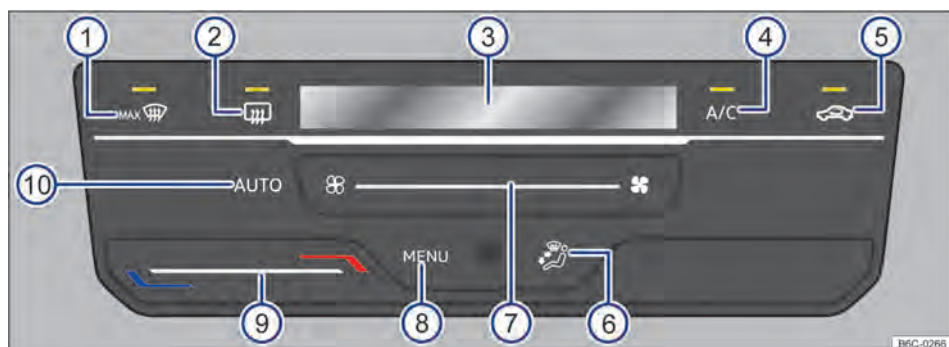

Fig. 85 Comandos do Climatronic.
- *Climatronic*: deslizar o dedo para a esquerda sob a superfície de função → Fig. 85 (7), depois pressionar o botão (☼) da extremidade esquerda.
Ao tocar na superfície de função (AUTO) → Fig. 85 (10) é possível ligar o modo automático do Climatronic.
lados automaticamente. O funcionamento automático se desliga quando a ventilação é alterada manualmente → Fig. 85 (7) ou com a alteração da distribuição de ar através da superfície de função → Fig. 85 (6).
- *Climatronic*: tocar na superfície de função (A/C) → Fig. 85 (4) para ligar e desligar o funcionamento da refrigeração.
- *Climatronic*: deslizar o dedo sob a superfície de função → Fig. 85 (9).
No display do Climatronic → Fig. 85 (3) é indicada a temperatura ajustada.
- *Climatronic*: deslizar o dedo sob a superfície de função → Fig. 85 (7).
- *Climatronic*: tocar na superfície de função  → Fig. 85 (5).
- *Climatronic*: tocar na superfície de função → Fig. 85 (6) para posição desejada, a distribuição selecionada será indicada no display (3).
- *Climatronic*: tocar na superfície de função  → Fig. 85 (1).
- *Climatronic*: tocar na superfície de função  → Fig. 85 (2).
Para veículos com VW Play, pressionar **MENU** → Fig. 85  para abrir o menu do ar-condicionado do rádio.